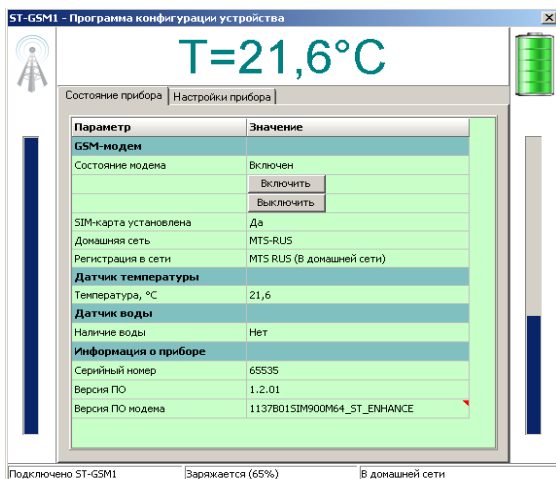

Рисунок 2
- «Показать окно» – откроет окно (см. рис. 2), так же окно открывается при подключении датчика к ПК;